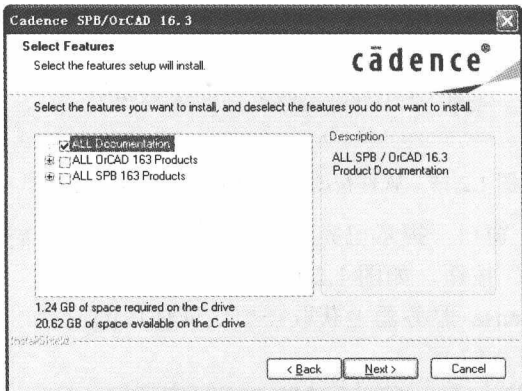

图 1.2.10 “Select Features”窗口
(5) 单击“Change...”按钮后, Allegro SPB 16.3 安装路径默认为“C:\Cadence\SPB_16.3”, 请根据需要自行修改后, 单击“Next”按钮。
(6) 当出现“Select Features”窗口后,在该窗口中勾选“ALL Documentation”,对特性选项进行设置,如图 1.2.10 所示。